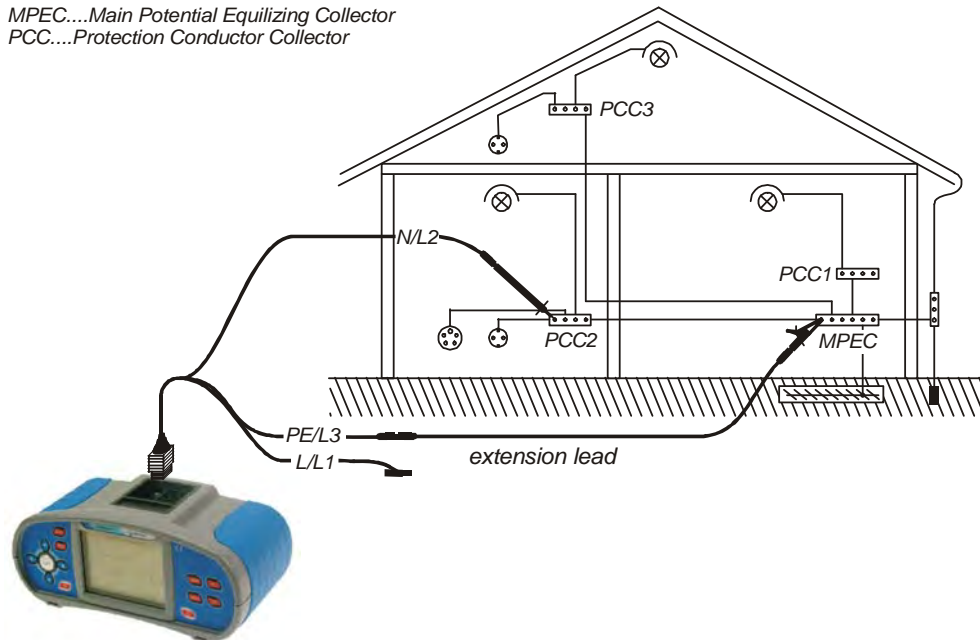

Abb. 5.6: Anschluss des Universalkabels und der optionalen Verlängerungsleitung
- ❑ Schließen Sie die Prüfleitungen an die zu prüfende PE-Leitung an (siehe Abb. 5.6).